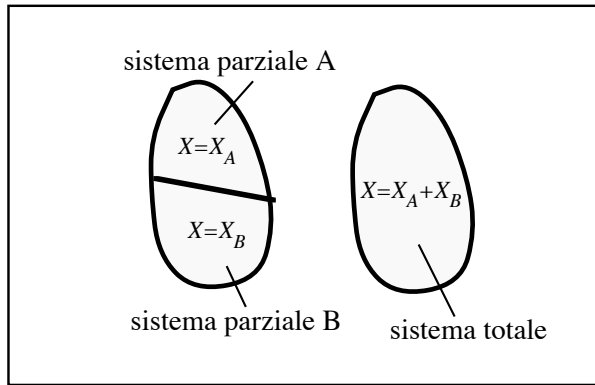

Fig. 2.2. Sull'additività delle grandezze estensive.
- Le grandezze estensive sono additive: se in un sistema A il valore della grandezza X è X_A e nel sistema B X_B , nel sistema composto da A e B la grandezza X avrà valore $X_A + X_B$, Fig. 2.2.